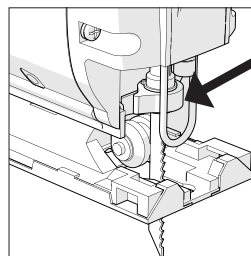

Fig 1
1. MONTERING ELLER BORTTAGNING AV ETT BLAD (Fig. 1)
- Roterar chuckens låskrage framåt och skjut sticksågsbladet helt och hållet in i chucken. Se till att T-stängerna i bajonettfästet är helt fäst i chucken. (Fig. 1)